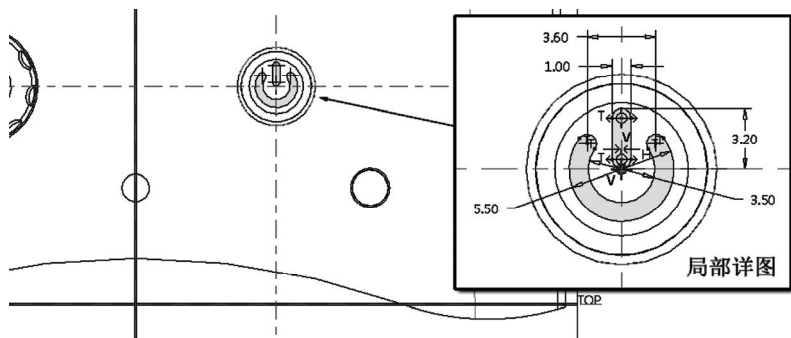

图 12-130 绘制偏移截面
5) 绘制图 12-130 所示的偏移截面, 单击 (确定) 按钮。